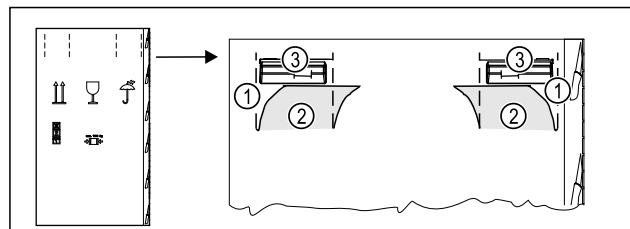

Fig. 5
- Introduire le carton d'emballage en haut au niveau de la perforation *Fig. 5 (1)*.
- Retirer les languettes enfoncées *Fig. 5 (2)*.
- La poignée de transport *Fig. 5 (3)* à droite et à gauche est visible.
- Tenir l'appareil au niveau des poignées de transport *Fig. 5 (3)*.